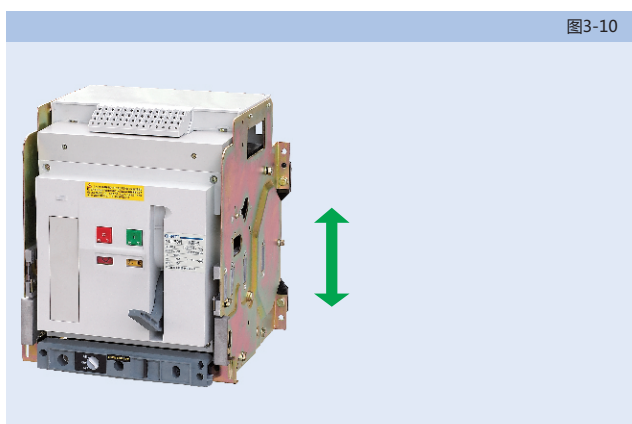

图3-10
a. 手动储能: 储能时将储能手柄上下反复扳动6~7次, 直到听到“咔嚓”声, 当手感觉不到反力, 储能指示同时显示“储能”, 储能结束, 图3-10储能完毕后, “储能、释能”指示器指示在“储能”位置。